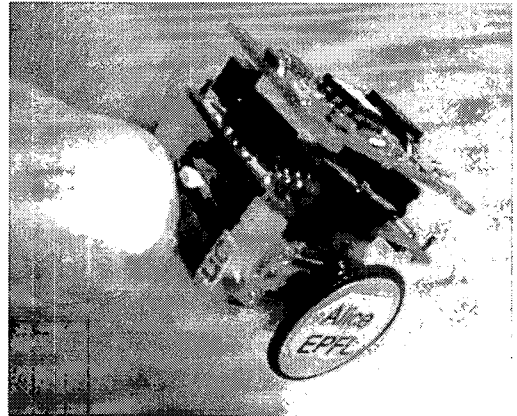

Fig. 6 Minirobot (Ecole Polytechnique Federale De Lausanne, Switzerland)
Fig.6 은 이보다 조금 작은 크기로 최대 35 mm/s 의 속도를 낸다. 또한 적외선(IR) 통신을 이용하여 6 m 이내에서 조정 장치와의 송수신이 가능하다. 유사한 크기의 소위, 개미로봇이 MIT 에서 제작된 바 있으며, 여기에는 광센서, 충격센서, 경사각 인지 센서 등 17 개의 센서를 탑재하며, 또한 다른 로봇들과의 통신도 가능하다.^[4]